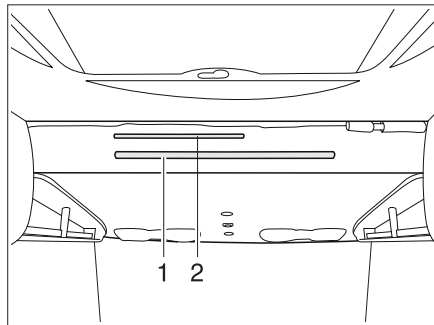

Fig. 103 Lit escamotable manuel
- Tirer le levier de la poignée (Fig. 103,2) vers le bas pour déverrouiller le lit escamotable.
- Tirer le lit escamotable à deux mains vers le bas par la barre de maintien (Fig. 103,1), en exécutant une courbe, jusqu'à ce qu'il s'encliquette de façon perceptible.
- Accrocher l'échelle d'accès avec les deux étriers dans la barre de maintien (Fig. 103,1) du lit escamotable.